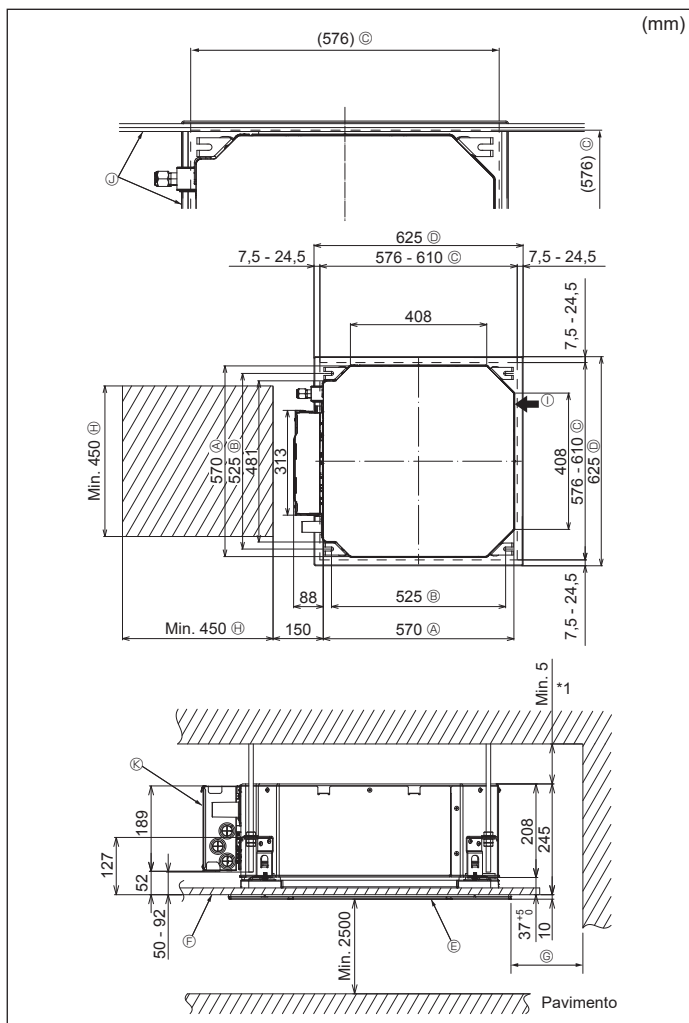

Fig. 4-2
4.2. Posizione delle aperture a soffitto e dei bulloni di sospensione (Fig. 4-2)